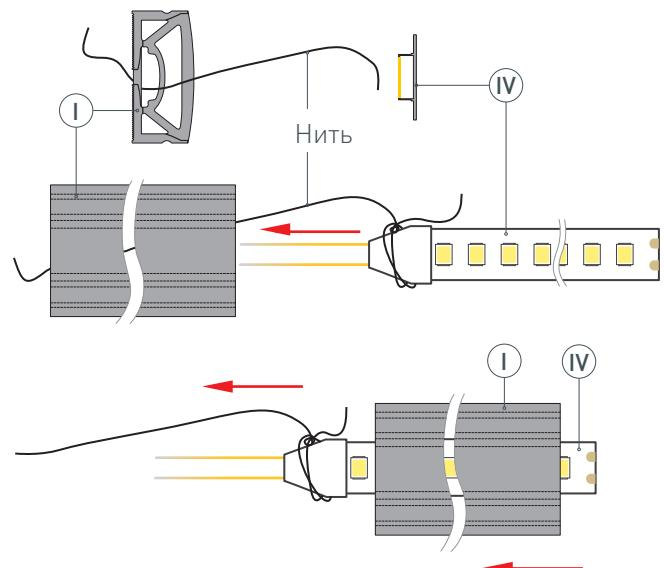

Рис. 1. Протяжка светодиодной ленты (IV) в профиль (I), вид сверху
Установите* светодиодную ленту (IV) в профиль (I). Для этого необходимо привязать нить (находится внутри профиля) с одной стороны профиля (I) к светодиодной ленте (IV), как показано на рис. 1. Чтобы втянуть ленту в профиль, сначала аккуратно поместите кабели питания светодиодной ленты (IV) внутрь профиля (I), а затем, насколько это возможно, вставьте край светодиодной ленты. Аккуратно потяните за нить с другой стороны профиля (I) и тем самым протяните** светодиодную ленту (IV) в профиль (I).